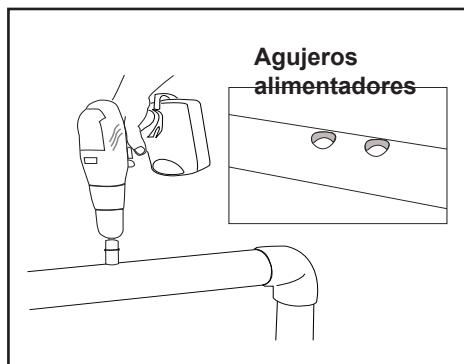

Figura 8. Perforación de agujeros alimentadores
7. Haga los agujeros alimentadores usando una sierra hueca. Asegúrese de agujeros esten limpios (ver Figura 8).